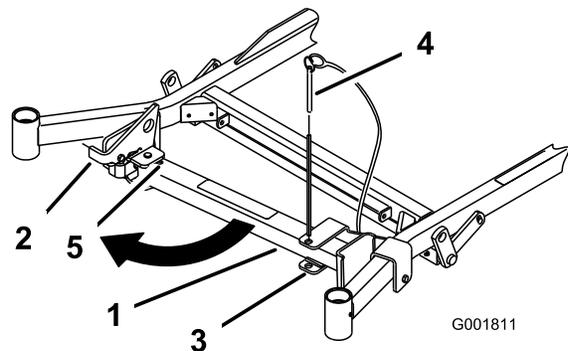
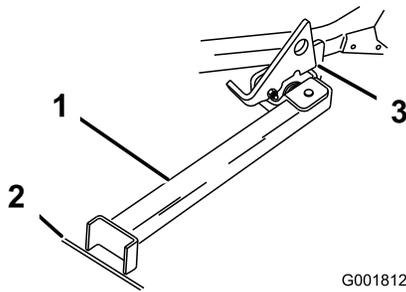

Figura 42
Figura 43
2. Retire el pasador del soporte (Figura 42).
en la parte de abajo de la ranura (Figura 42 y Figura 43).
5. Ponga el pie del soporte en el suelo con el enganche descansando sobre la pestaña de giro (Figura 43).
**Nota:** Para obtener los mejores resultados, coloque el pie del soporte en una ranura de la acera o en el césped (Figura 43).
7. Conduzca la máquina sobre el soporte. Pare cuando el enganche caiga por encima de la pestaña a la posición bloqueada (Figura 43).
5. Ponga el soporte de nuevo en su posición de descanso (Figura 42).